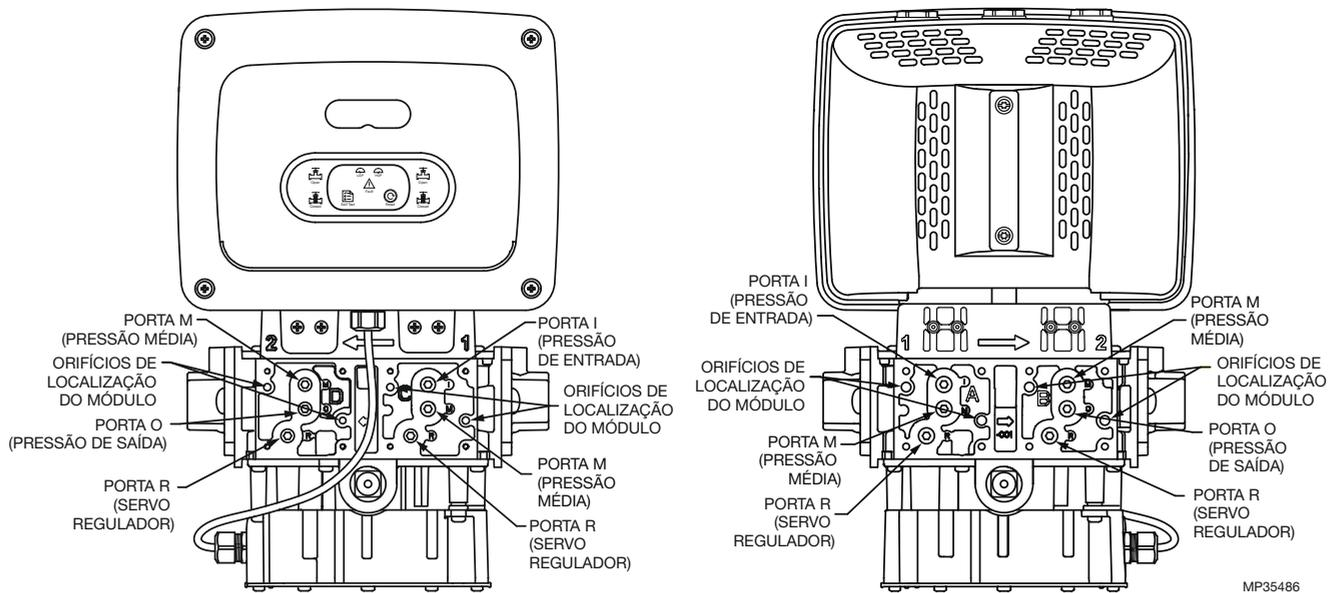

Fig. 2. Corpo da válvula e portas de pressão.
2. Remova o plugue da porta de pressão apropriada (O ou M) do lado do corpo da válvula conforme identificado na tabela 2 e Fig. 2 utilizando a ferramenta adequada.